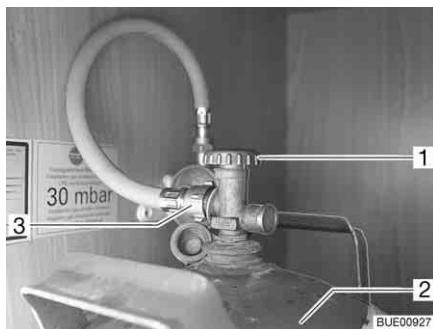

Fig. 157 Compartiment à gaz
- Fermer le robinet principal (Fig. 157,1) de la bouteille de gaz (Fig. 157,2). Observer le sens de la flèche.
- Dévisser à la main la lyre (Fig. 157,3) de la bouteille de gaz (filetage à gauche).